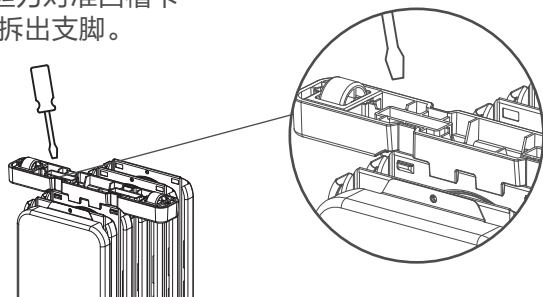

图3
1. 如图3所示，使用一字螺丝刀对准凹槽卡扣处，翘开四处卡扣即可拆出支脚。